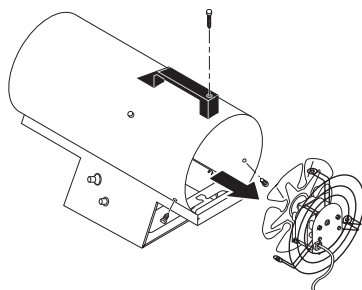

Figure 9 - Retrait de la grille de protection du moteur et du ventilateur de l'appareil de chauffage
2. Retirez le moteur et la grille de protection du ventilateur de l'habillage de l'appareil de chauffage (voir figure 9).
2. Retirez le moteur et la grille de protection du ventilateur de l'habillage de l'appareil de chauffage (voir figure 9, page 9).